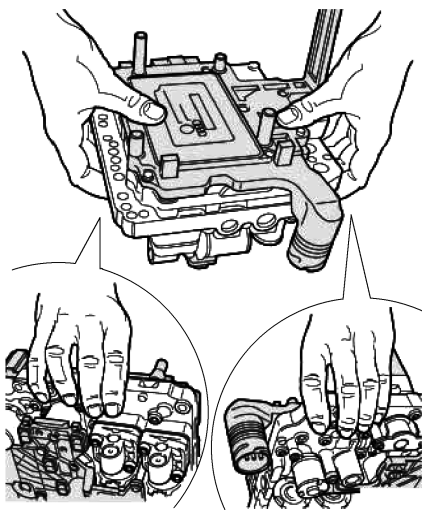

图 3-3-6 双离合变速器机电装置正确放置位置
22) 按照图 3-3-6 所示运输或放置双离合变速器机电装置。